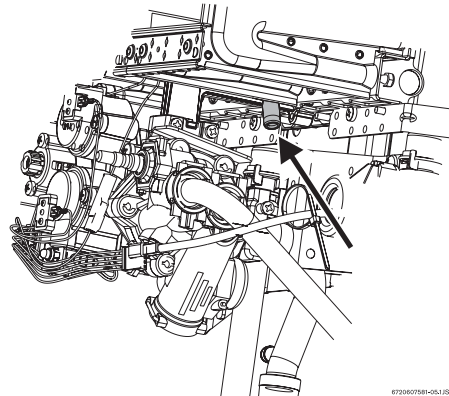

Bild 17 Messpunkt Düsendruck
- Verschlusschraube für Messtelle Düsendruck lösen (Bild 17).